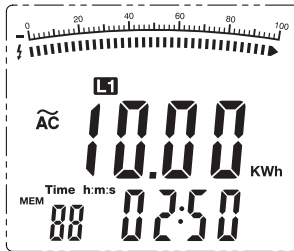

图 12
6. 测量的 kWh 值显示在主显示屏，副显示屏显示运行时间。（图 12）